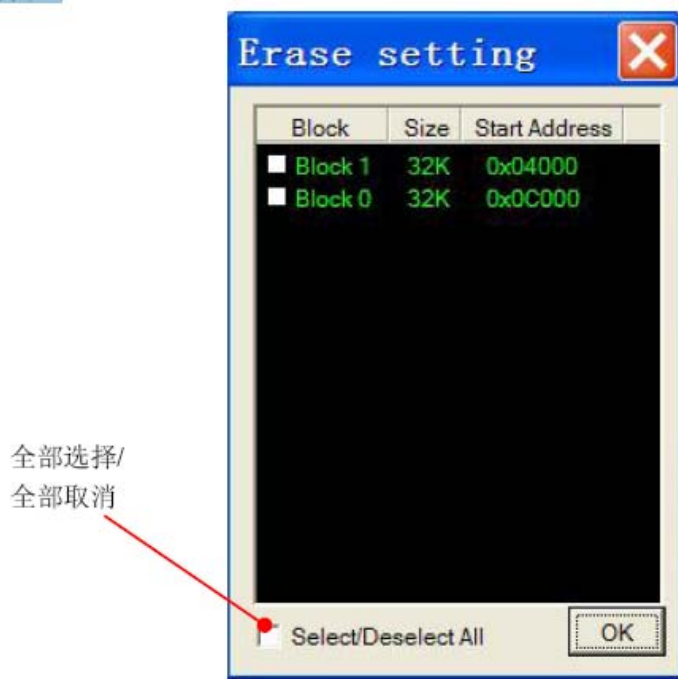

图 2.4 擦除设定对话框
1) 单击“Erase”按钮，将弹出如图2.4 所示的对话框。对话框中将列出所选单片机对应的所有块。